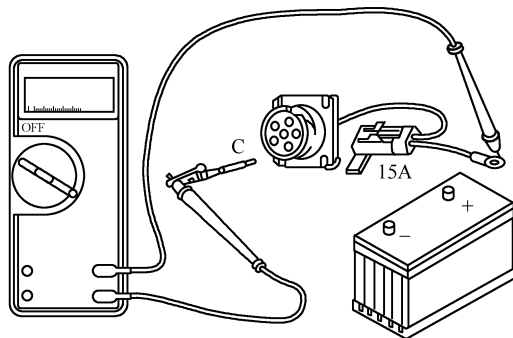

图 5-52 测量蓄电池端子与触针 C 之间的电阻
④ 断开蓄电池负极电缆, 从蓄电池正极上断开电缆端子, 测量 6 针插头上触针 C 与蓄电池正极接线端子之间的电阻(图 5-52), 应小于 10Ω , 即显示闭路。如果电路不是闭路, 应维修或更换 OEM 蓄电池电源电路。